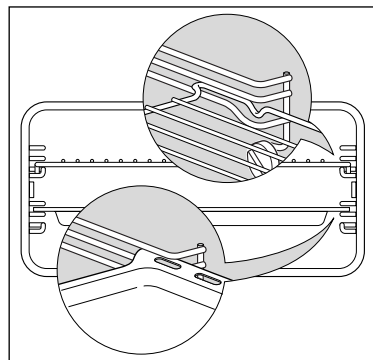

Figure 32 Position correcte des grilles et de la lèchefrite
- Mettez en place les grilles et les plateaux - Fig. 32. Posez-les entre les glissières métalliques, en tournant l'encoche d'arrêt de sécurité vers le bas et vers le fond.